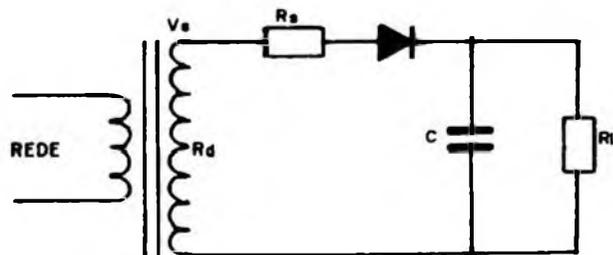

Figura 2
A proteção ao diodo consiste em reduzir (2) a valores adequados ao componente. O modo mais fácil de se obter isto é colocar um resistor (Rs) em série, como se vê na figura 2.
Suponhamos que se deseja realizar o circuito da figura 2, usando um retificador, um transformador com uma tensão em secundário, eficaz, de 300 V, uma resistência (R_d) do enrolamento de 4 ohms e um capacitor de filtro de 200 μF . Nas especificações do diodo, indica-se uma corrente de transiente, admissível, de 35 ampères para 1 ciclo ou 16,7 milissegundos. Colocando na fórmula (4) teremos: